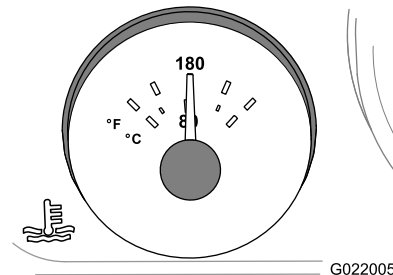

Figure 82
- E. Faites tourner le moteur pendant 5 minutes ou jusqu'à ce que la température du liquide de refroidissement indiquée soit 82 °C, puis coupez le moteur (Figure 82).